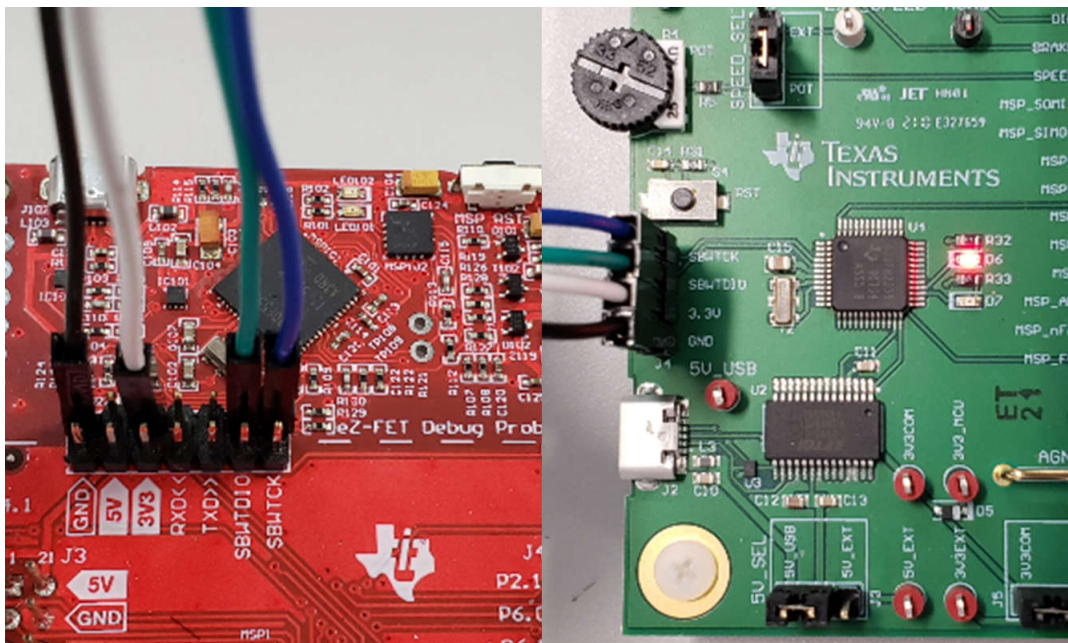

图 3-3. MSP430 LaunchPad eZ-FET 调试探针连接到 MSP430FR2355
2. 将 LaunchPad eZ-FET 侧的顶部引脚 GND、3V3、SBWTDIO 和 SBWTCK 信号连接到 MCF8329RRYEVM 的 J7 上的相应引脚，如表 3-1 和图 3-3 所示。